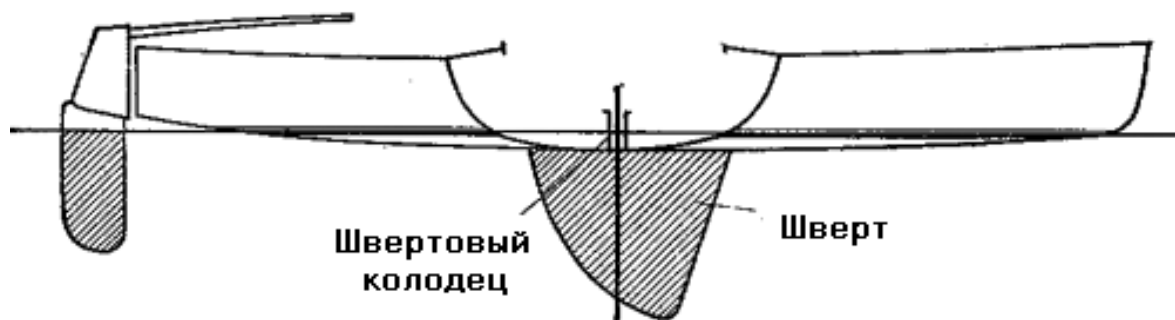

Рис. 5. Швертбот
**Швертботы (рис. 5)** имеют мелкосидящий и относительно широкий корпус. В середине корпуса сделана щель, в которой помещается плоский (металлический или деревянный) выдвижной киль — **шверт**. Щель для прохода шверта окружена деревянным или металлическим ящиком — **швертовым колодцем**, верхний срез которого расположен выше ватерлинии. Когда нет необходимости в дополнительном боковом сопротивлении (например, при попутных ветрах) или когда проходят мелкое место, шверт можно поднять и даже совсем убрать в швертовый колодец.